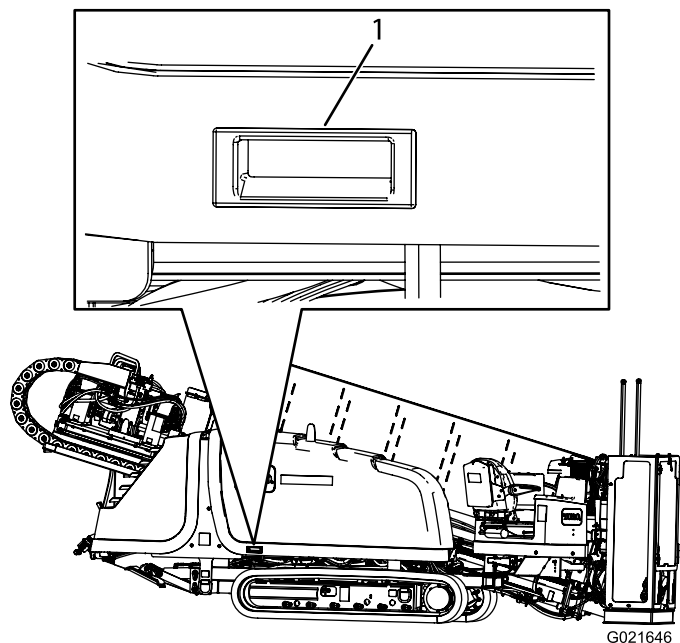

Figura 94
3. Levante a maçaneta como mostrado na Figura 94.